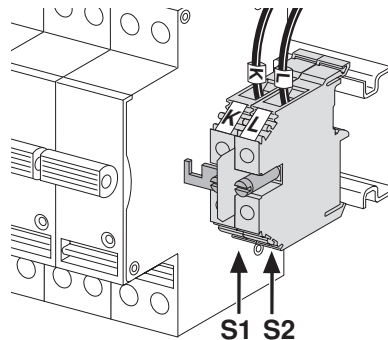

Fig. 12 Raccordement du circuit d'intensité
■ Cas d'un TC existant (fig. 12) :